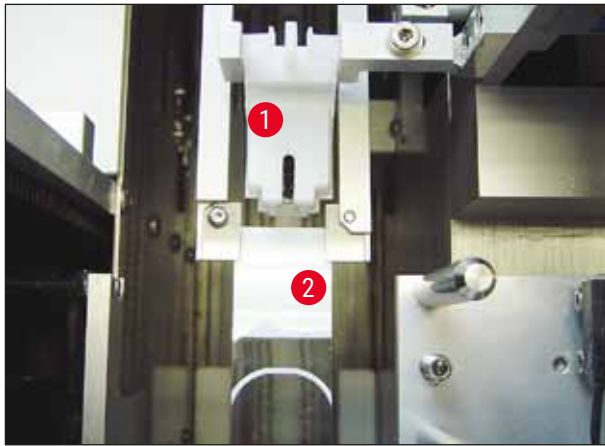

Fig. 24
1. Per concludere, verificare che la pinza (→ Fig. 24-1) non collida con il pulisci-ugello (→ Fig. 24) durante il suo movimento e/o quello del vetrino portaoggetto trasportato (→ Fig. 24-2).